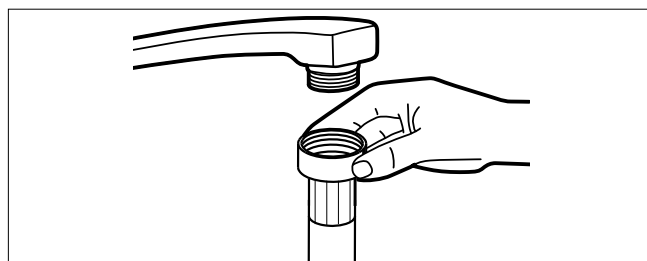

Fig. 9 – Conexión de la manguera de agua
- Conecte la manguera de entrada de agua (22) a un grifo de agua fría de rosca 3/4" (véase Fig. 9).